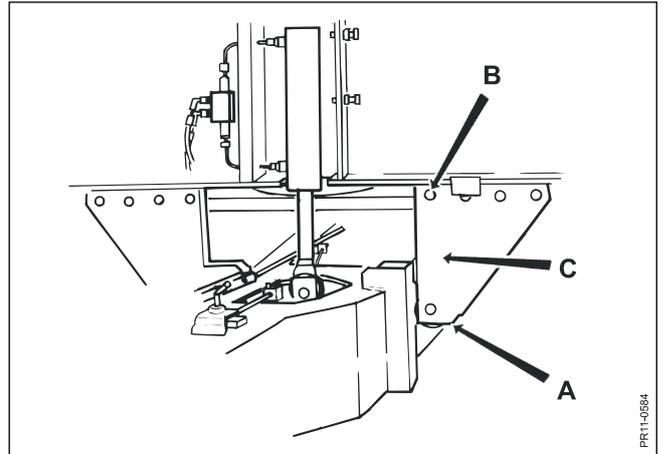

Fig. 9.8
- Fig. 9.8** Los rodillos de apoyo del marco para la inclinación deben impedir que haya juego innecesario entre el chasis y el receptáculo. Un movimiento sin juego ni roce garantiza una exacta y confiable operación de pesaje.